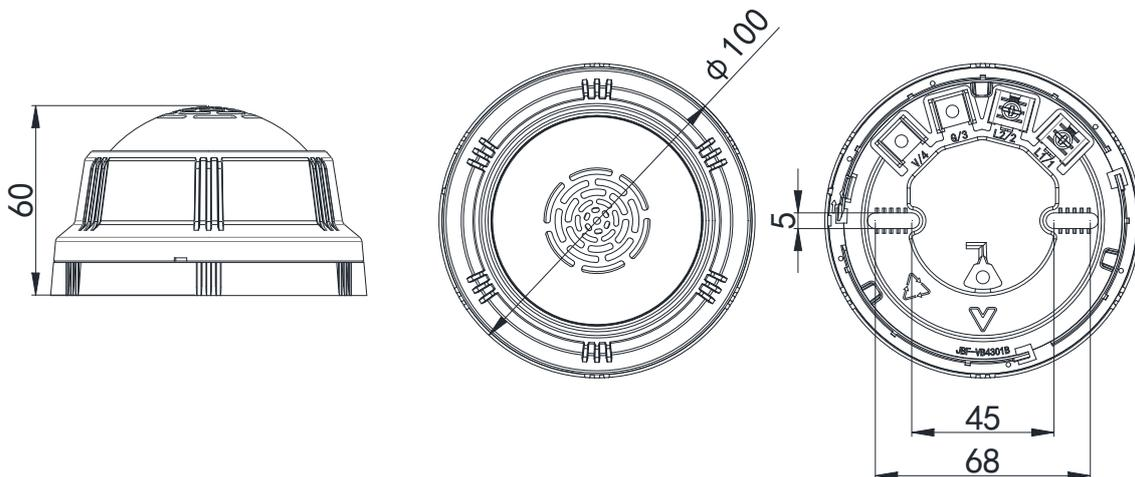

图 1 外形及安装尺寸图
- 布线施工后，将火灾声光报警器底座固定在墙上（使用 M4 螺钉），安装孔距为 45mm~68mm，外形及安装尺寸如图 1 所示。